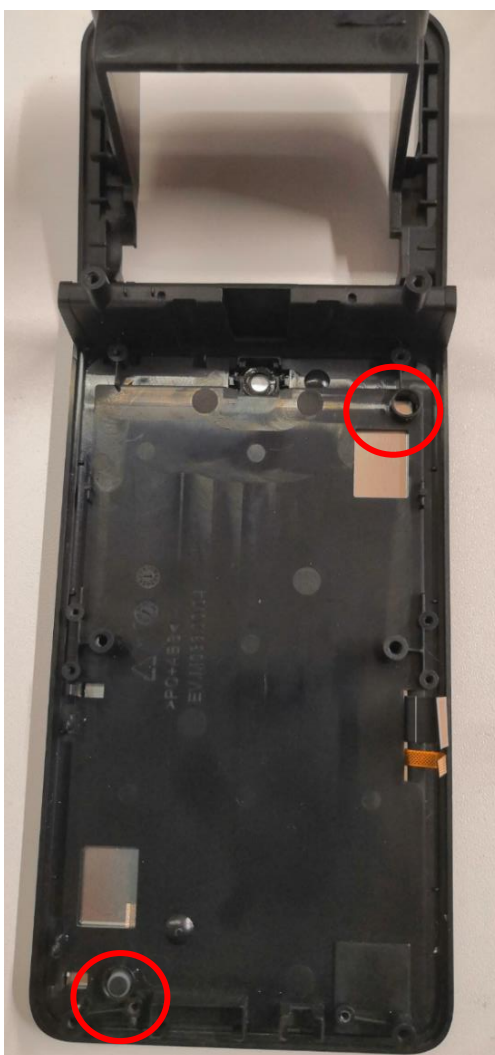

Рисунок 34. Демонтаж тамперов.
1. Установить тамперы в корпус верхний (**Рисунок 34**).